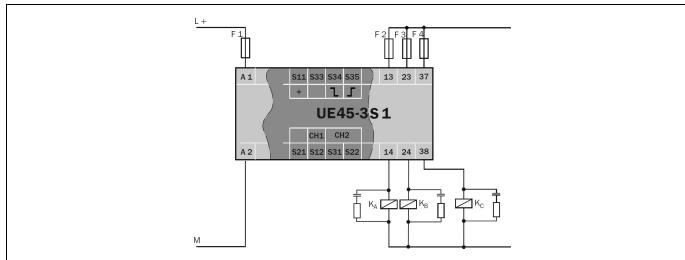

Abb. 1: Basisbeschaltung UE45-3S1
• Um das Verschweißen der Kontakte der eingebauten Relais zu verhindern, ist eine Überstromschutzeinrichtung mit max. 6 A Kurzschlusschutz (Betriebsklasse gG) in die Freigabestrompfade einzubinden (siehe Abb. 1, Sicherung F2/F3/F4).